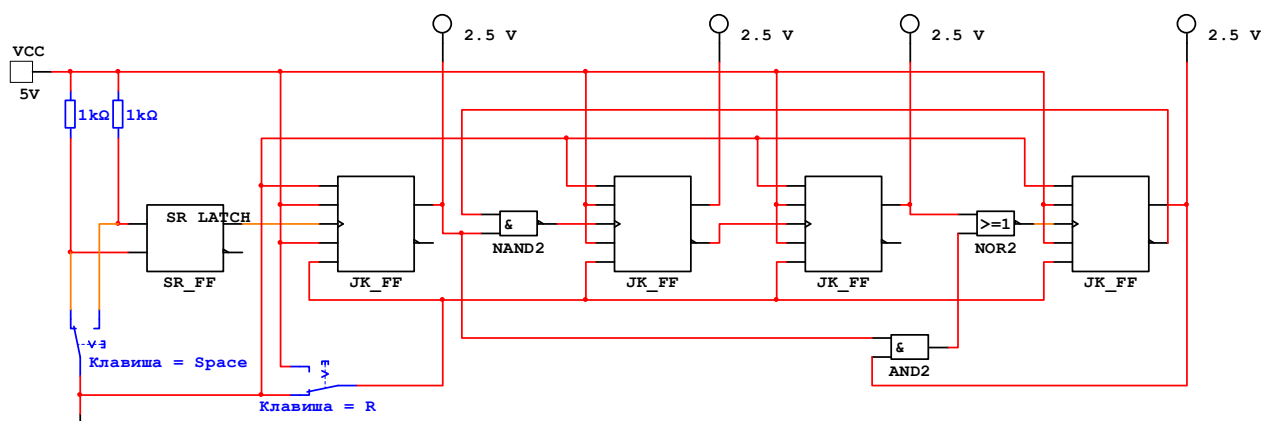

Рис.12.2.
12.2.5. Действуя аналогично п.12.2.2, соберите схему и исследуйте работу суммирующего счетчика по модулю 10, изображенную на рис.12.2. Обратите внимание, что в данном счетчике используются триггеры с прямым входом сброса “R”, поэтому сброс счетчика осуществляется кратковременной подачей на этот вход при помощи переключателя “R” логической единицы.